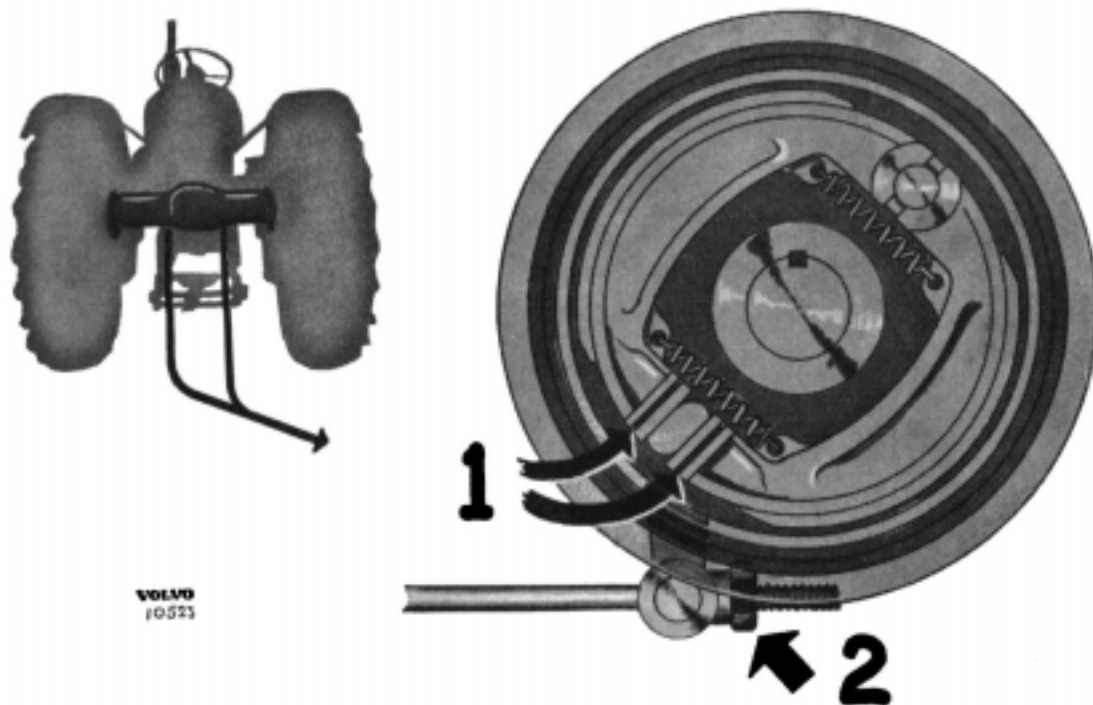

Bild 32. Justering av bromsarna.
Inställning av bromsbackarna utföres enligt bild 32. Mindre justeringar kunna utföras med justeringsmuttrarna (2), vilka äro åtkomliga från traktorns sidor. För att möjliggöra större justeringar och därigenom fullständig nedslitning av bromsbanden, kunna mellanläggsbrickor (1) placeras mellan excentertappens slitplattor och bromsbackarnas ändar.